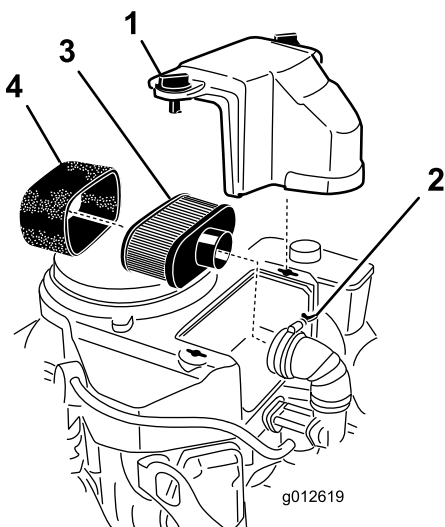

Figura 40
3. Limpie alrededor del limpiador de aire de forma que la suciedad no penetre en el motor y cause daños (Figura 40).
4. Desenrosque los pomos de la tapa y retire la tapa del limpiador de aire (Figura 40).
5. Desenrosque la abrazadera y retire el conjunto del limpiador de aire (Figura 40).
6. Retire cuidadosamente el elemento de gomaespuma del elemento de papel (Figura 40).
Nota: Si está muy sucio, cambie el elemento de papel por uno nuevo (Figura 40).
1. Deslice cuidadosamente el elemento de gomaespuma sobre el elemento de papel (Figura 40).
2. Coloque el conjunto del limpiador de aire sobre su base o manguera y sujételo con la abrazadera (Figura 40).
3. Coloque la cubierta del limpiador de aire y apriete el pomo de la cubierta (Figura 40).